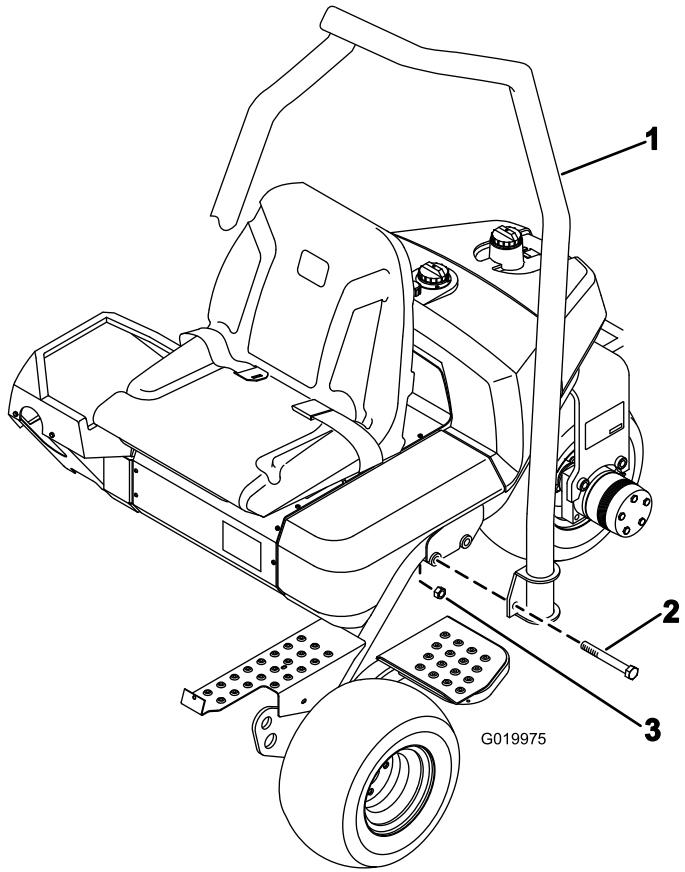

Figura 4
1. Disponete il roll-bar in modo che l'estremità del tubo sia curvato verso la parte anteriore della macchina (Figura 4).
2. Abbassate il roll-bar sul telaio, allineandolo con i fori di montaggio (Figura 4).
3. Fissate ogni lato del roll-bar al telaio con 2 bulloni ($\frac{5}{8}$ " x 4½") e dadi di bloccaggio come mostrato in Figura 4.